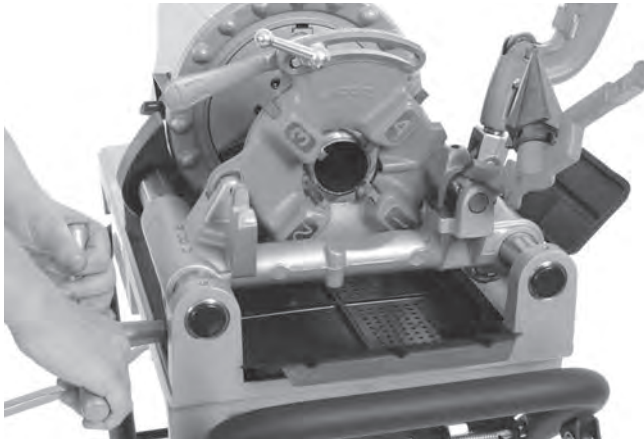

Figura 24 – Roscado de un tubo (se muestra un cabezal de terrajas de apertura rápida, Modelo 811-A)
7. Gire el volante del carro para desplazar el cabezal de terrajas hasta el extremo del tubo (Figura 24). Presione levemente el volante para iniciar la acción del cabezal de terrajas sobre el tubo. Una vez que el cabezal de terrajas empiece a roscar el tubo, no es necesario seguir aplicando fuerza al volante del carro.